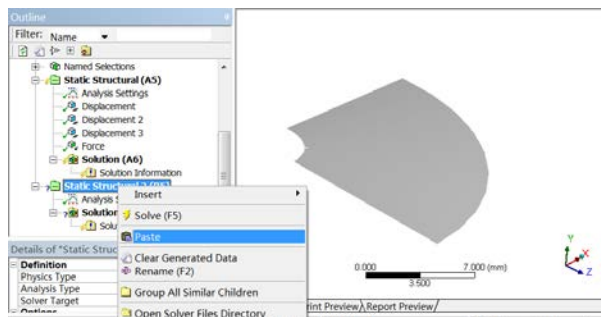

图 7-23 粘贴载荷
9) 在树结构图中, 在“Static Structural (B5)”选项上右击, 在弹出的快捷菜单中选择“Paste”命令, 粘贴得到载荷设置, 如图 7-23 所示。